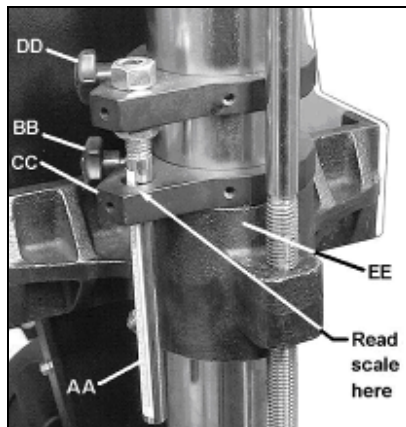

Fig 12
Abaissier le support (CC, Fig 12) jusqu'au support de la table (EE).